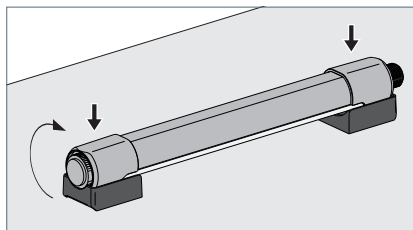

Fig. 11: Montare l'apparecchio d'illuminazione
- ▶ Ruotare l'apparecchio d'illuminazione lungo i supporti di almeno 90° in modo che le alette di bloccaggio dei supporti scorrano nelle scanalature delle parti laterali dell'apparecchio, vedi Fig. 11.